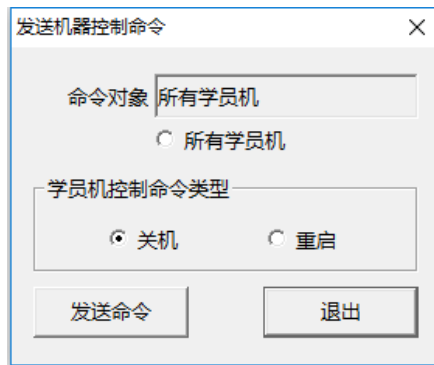

图 3-13 发送学员机控制命令
(4) 发送学员机控制命令：选择该命令后会出现如图 3-13 所示对话框。可以对指定的或者所有学员机实施“关机”和“重启”操作。